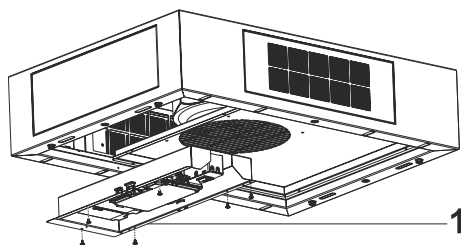

Abb. 10
6. ➔ Montieren Sie die Elektronikbox mit 6 Schrauben an die Motorbox(Abb. 10).